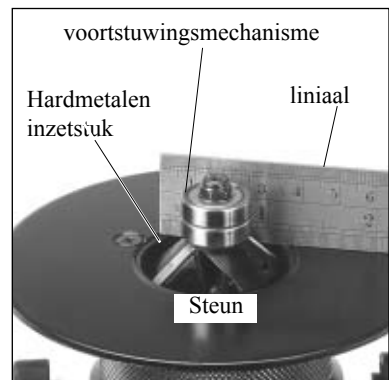

Fig.3
3. Draai de kleine stelschroef los en draai de schaalring tot deze nul aangeeft op de schaal wanneer het nulpunt is gevonden. Maak dan de stelschroef weer vast. Zie fig.3